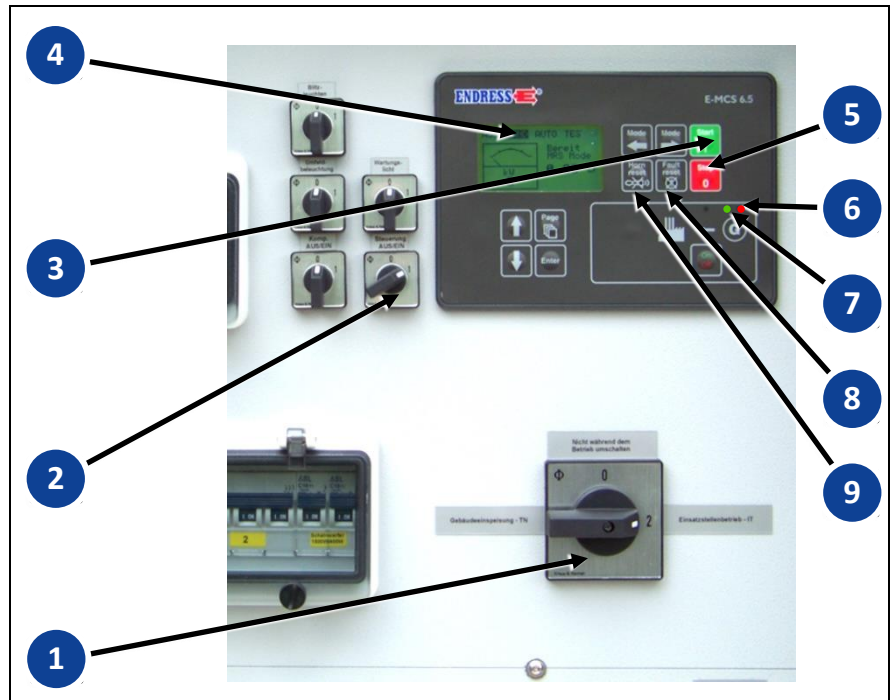

Abb. 6-4 Stromerzeuger starten und stoppen
**Umschalter Betriebsart (Abb. 6-4-①) NUR bei stillstehendem
2. STOP-Taste (Abb. 6-4-**5**) einmal drücken. Der Motor geht in einen **Kühllauf** (Anzeige „Abkühlung“) und schaltet anschließend selbsttätig ab.
✓ Die Kontroll-LED (Abb. 6-4-**6**) leuchtet rot.
2. Schalten Sie den Warnton durch Drücken der Taste (Abb. 6-4-**9**) ab. Die Fehlermeldung bleibt dabei aktiv und gespeichert. Zum Deaktivieren der Fehlermeldung drücken Sie die Taste **8**.
- ✓ Die rote Kontroll-LED (Abb. 6-4-**6**) erlischt.